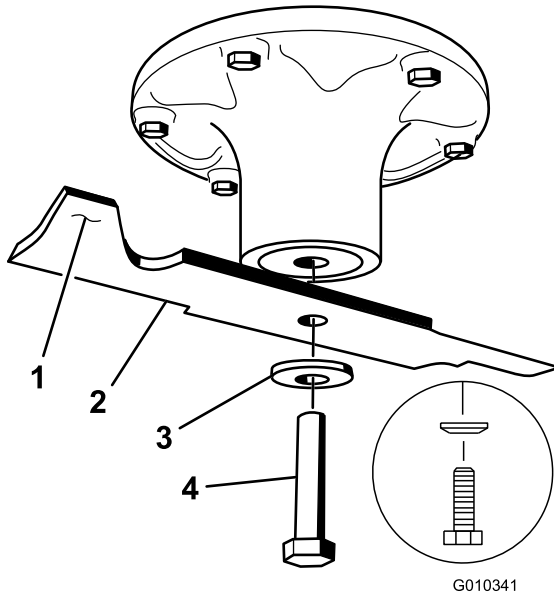

Figura 69
2. Togliete il bullone, la rondella curva e la lama dall'asse del fusello (Figura 69).
1. Montate la lama sull'asse del mandrino (Figura 69).
2. Montate la rondella curva (lato concavo verso la lama) e il bullone della lama (Figura 69).